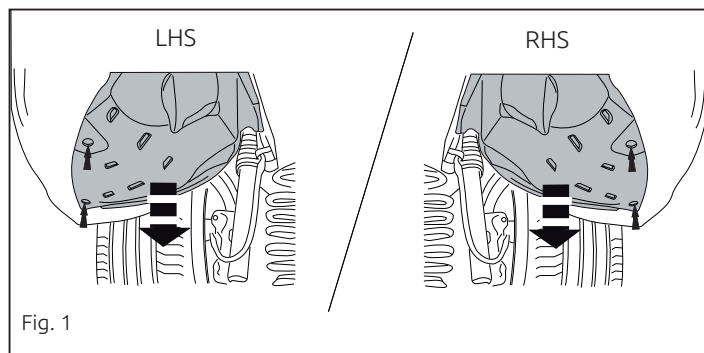

Fig. 1
- 1. Remove the plastic protective caps. See figure 1.
1. Die Kunststoffschutzkappen abmontieren. Siehe Abbildung 1.
1. Démontez les caches de protection en plastique. Voir la figure 1.
1. Demonter kunststofbeskyttelseskapperne. Se fig. 1.